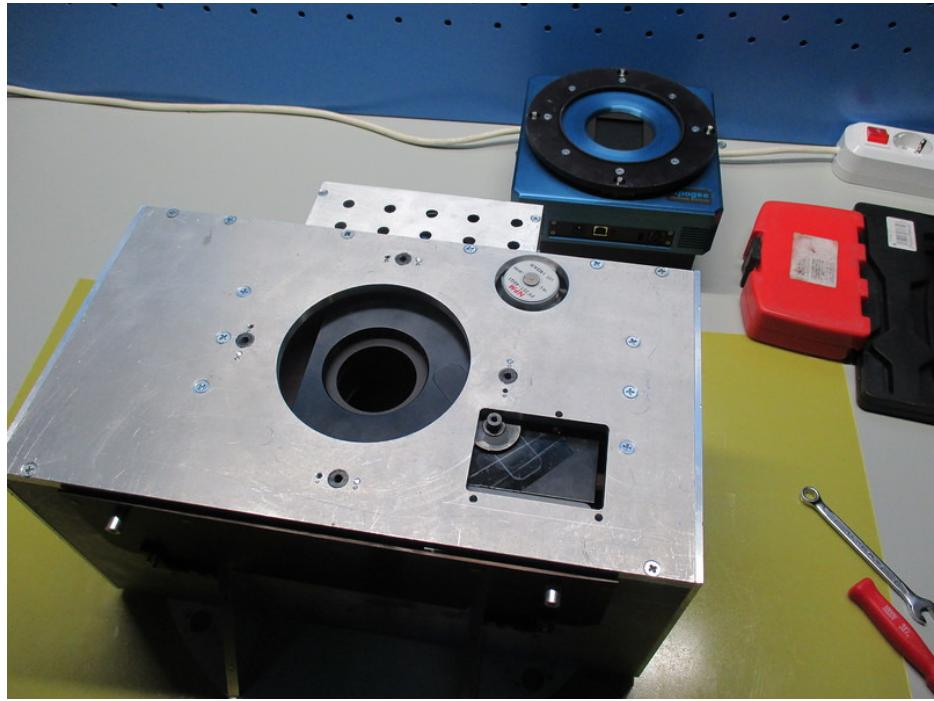

Рис. 14: Фотометр со снятым фланцем светоприемника.
**1.** Снять фланец светоприемника (см. рис. 14).